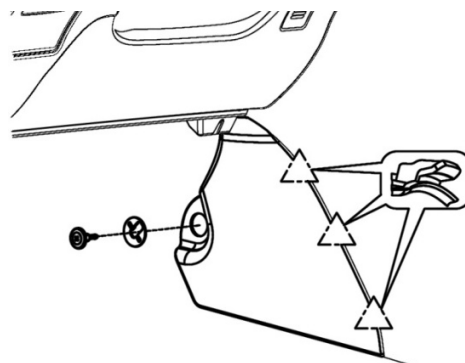

图1.12.1仪表板中左下护板本体的拆卸
(1)用十字螺丝刀将图1.12.1所示子母扣拆下,取下护板堵盖;